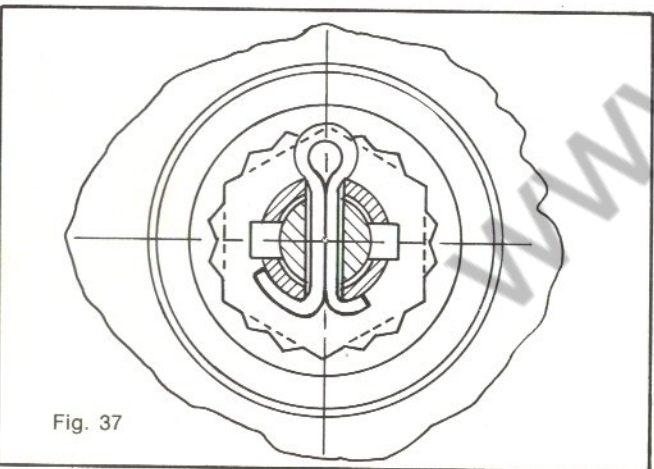

Fig. 37
Montare il tamburo «O» sull'asse ruota, bloccare il dado, posizionare il cappello ferro «N», inserire una nuova coppia «M» e piegarla (ved. fig. 37) in modo da eliminare i giochi esistenti fra cappello ferro e asse ruota; montare quindi il cappello ferro «L».
N. B. - Le operazioni relative alla piegatura della coppia illustrate in fig. 37 sono valide anche per la ruota posteriore.